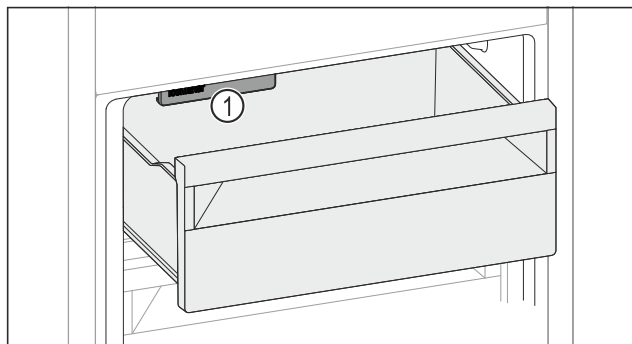

Fig. 65
- ▶ Uwzględnić IceMaker Fig. 65 (1).